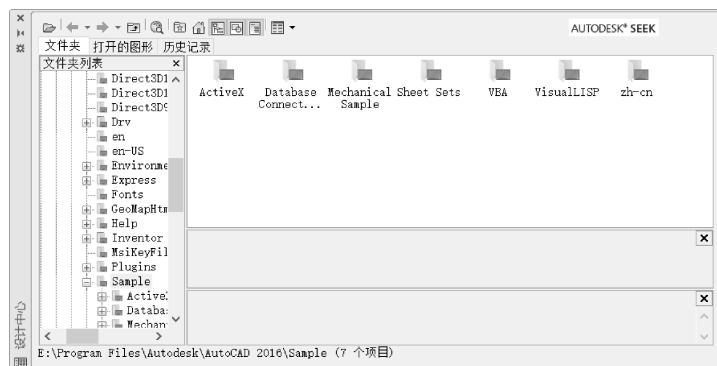

图 10-11 “设计中心”窗口
执行命令后，打开“设计中心”窗口，如图 10-11 所示。
- “文件夹”选项卡：用于显示出文件夹，如图10-11所示。